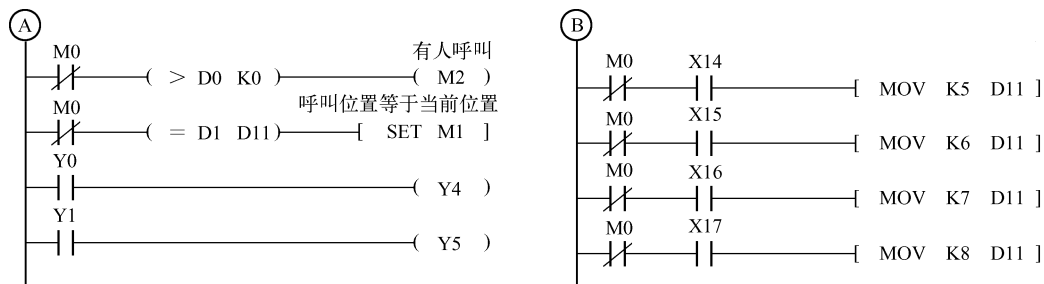

图 6-41 八工位小车呼叫系统控制梯形图 (续)
- (1) 根据控制要求, 进行 PLC I/O 端口分配, 如表 6-29 所示。
- (2) 编写梯形图程序, 如图 6-41 所示。